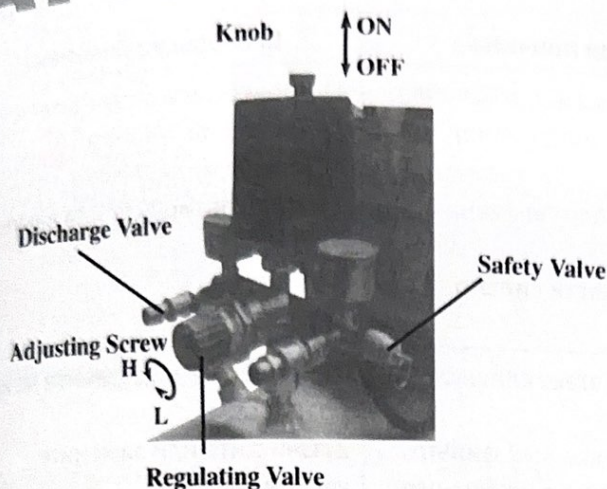

Fig.3
2) При нормальной работе компрессор управляется реле давления (прессостатом). Он может автоматически отключаться при повышении давления до максимального значения и перезапускаться при снижении давления до минимального значения. Номинальное давление было отрегулировано при производстве. Не стоит бездумно его менять. После отключения двигателя необходимо выпустить весь сжатый воздух через выпускной клапан под выключателем. Это необходимое условие для повторного включения, иначе двигатель будет поврежден. Номинальное давление можно отрегулировать, повернув регулировочный болт переключателя (рис. 3)
3) Давление сжатого на выходе воздуха можно регулировать с помощью регулирующего клапана (рис. 3) Потяните вверх ручку регулирующего клапана, затем поверните ее по часовой стрелке, чтобы увеличить давление.